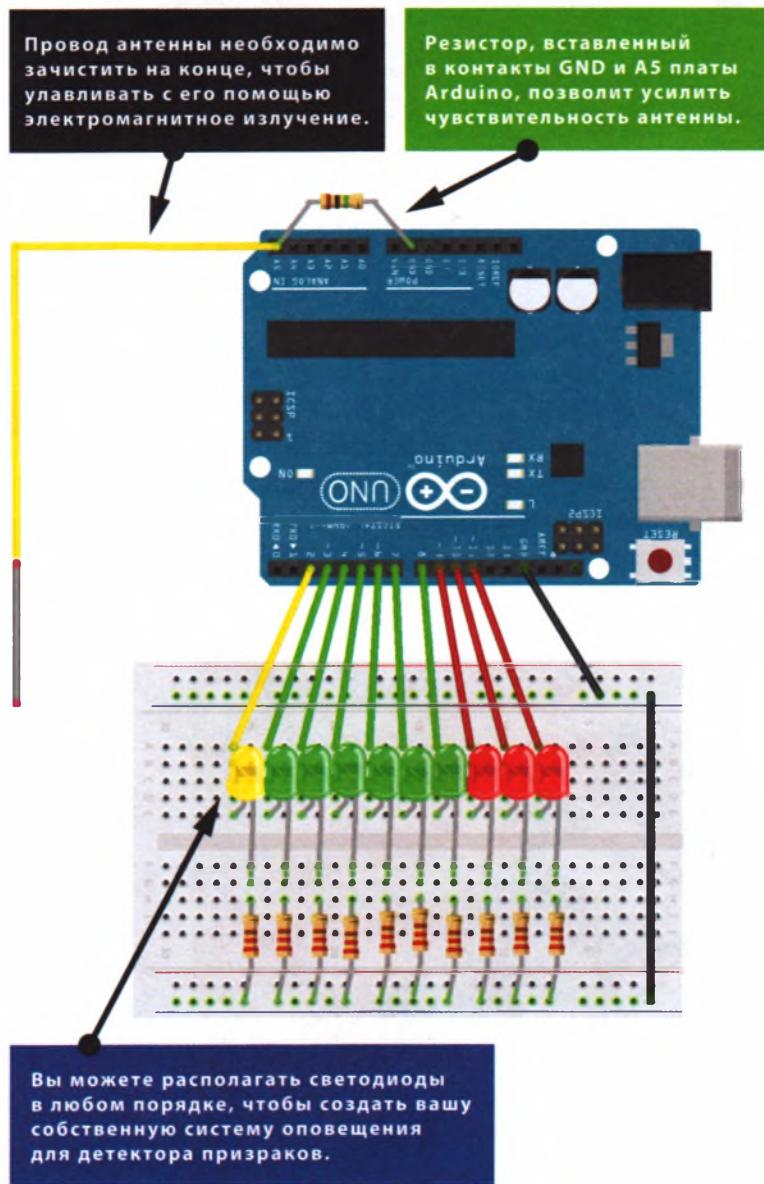

РИСУНОК 6.4
- Убедитесь, что ваша цепь соответствует схеме на рис. 6.4, а затем загрузите в память Arduino код скетча, приведенный в разделе «Скетч» далее в этом проекте.